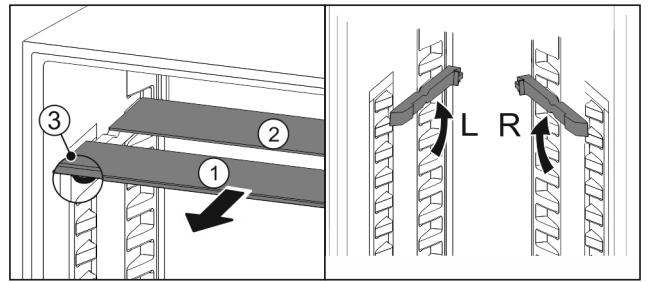

Fig. 97
- Vedä lasilevyt yksittäin etukautta ulos Fig. 97 (1).
- ▷ Koristelistalla varustettu lasilevy Fig. 97 (1) on edessä.
- ▷ Pysäyttimet Fig. 97 (3) osoittavat alaspäin.